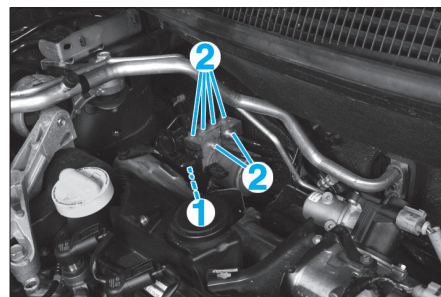

Fig. 17
- le connecteur (1) du groupe électrohydraulique (Fig.17).
- Dévisser les écrous des canalisations (2).